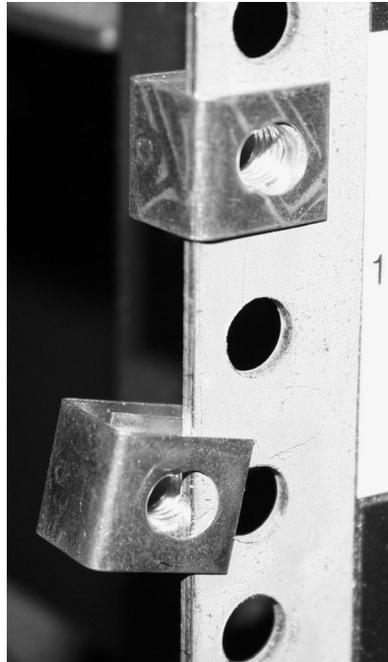

図 16. クリップの位置決め
2. 35 ページの図 16 に示すように、4 個の「C」クリップを、ラックのマウント・バーで位置決めします。